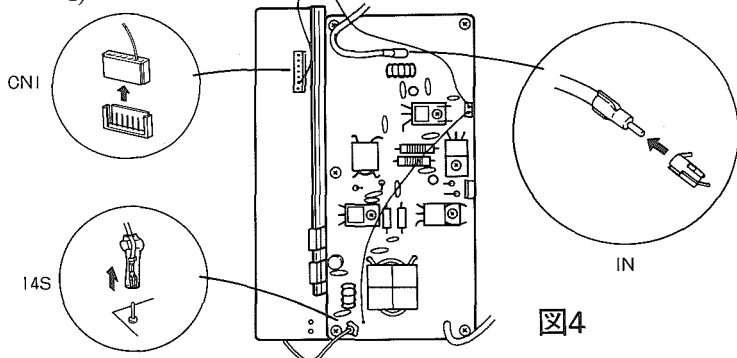

図4
5. シールド板の下側にある10Wファイナルユニットの14S端子とIN端子の同軸ケーブルを抜き、電源ユニットのCN1コネクターを抜きます。(図4)